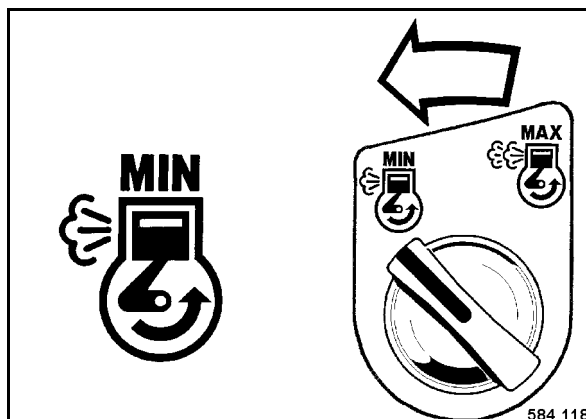

fig. 51
- Positionner l'interrupteur rotatif (fig. 51) sur „Min“ (ralenti).